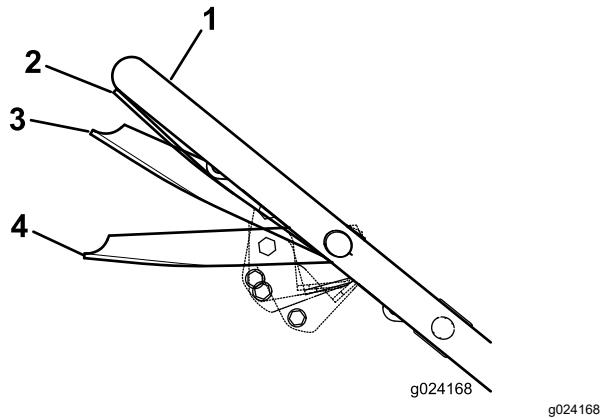

Figura 15
4. Sujete la barra de control de la cuchilla en la posición de marcha/cambio, unos 2.5 cm (1") por debajo del manillar (Figura 15).